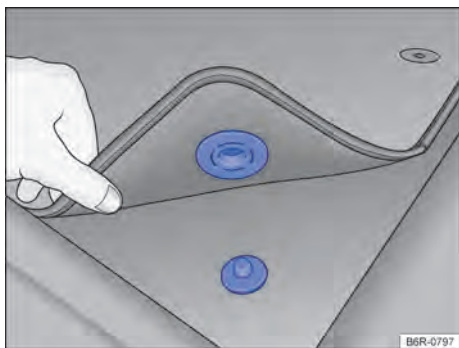

Fig. 27 Tapete dianteiro do lado do condutor com fixação no pino do carpete.
- ✓ Acomodar bem o tapete na área para os pés do lado do condutor de modo que não obstrua a área dos pedais. Dependendo da versão do veículo, o tapete dianteiro do lado do condutor pode ter fixação no pino do carpete → Fig. 27.